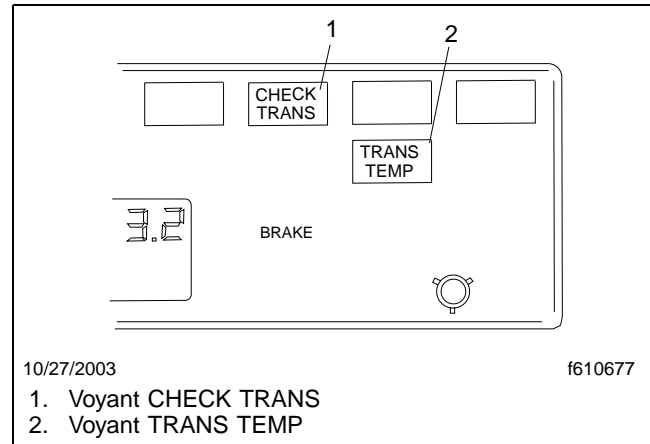

Fig. 8.23, Voyants
2. La transmission étant au point mort, tournez le commutateur d'allumage à ON (marche). Les voyants CHECK TRANS et TRANS TEMP s'allument, puis s'éteignent (vérification de leur bonne marche). Voir la **figure 8.23**.